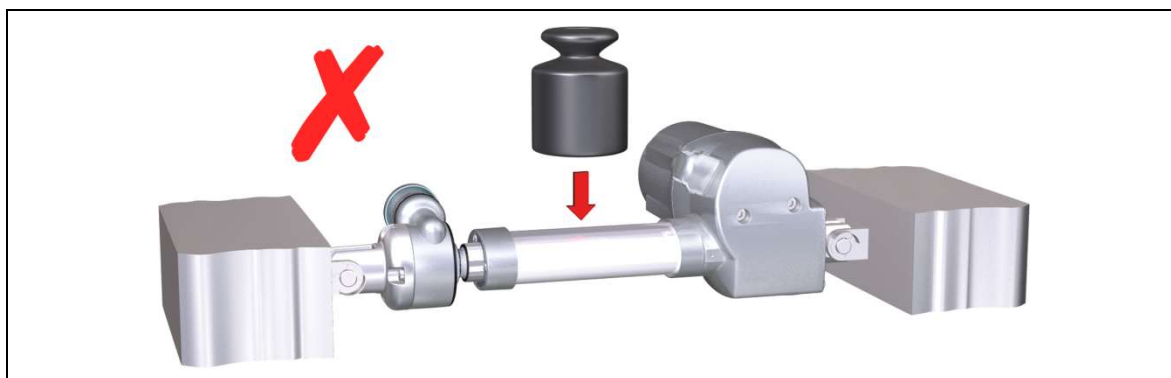

Abbildung 18 Auswirkung der Einbaulage
- Die Ausrückkraft erhöht sich, wenn z. B. die Antriebseinheit mit einer Querkraft von anderen Anbauteilen beaufschlagt wird, diese kann weit oberhalb der Spezifikation liegen. (Abbildung 18 zeigt eine waagrecht eingebaute Antriebseinheit, die mit einer Querkraft belastet wird.)